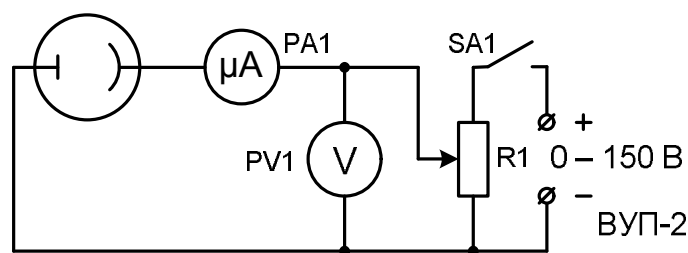

Рис. 10
2. Розташування приладів на оптичній лаві ФОС залишається попереднім, але фотоелемент тепер підключається до джерела напруги так, щоб анод з'єднувався з негативним полюсом джерела, а катод – з позитивним. Крім того, напруга на катод знімається з потенціометра R1 опором 500 Ом – 1 кОм (див. рис. 10). Це пов'язане з тим, що тепер на катод треба подавати напругу від 0 до + (0,4 – 0,7) В. Межу вимірювання вольтметра PV1 треба встановити на 20 В.
Залиште в футлярі синій світлофільтр і включіть випрямляч ВУП-2. Потенціометр R1 повинен бути в нижньому (за схемою рис. 10) положенні. Регулятором напруги ВУП-2 встановіть невелику вихідну напругу і, рухаючи повзунок R1, встановіть напругу 0,1 В. Вихідна напруга випрямляча повинна бути такою, щоб з допомогою R1 можна було б встановлювати напруги з кроком в 0,1 В. Збільшуйте напругу і стежте за зміною фотоструму. Через кожні 0,1 В записуйте значення струму і напруги. При деякій напрузі значення фотоструму стане рівне нулю. Це значення напруги називають **затримуючою напругою**.